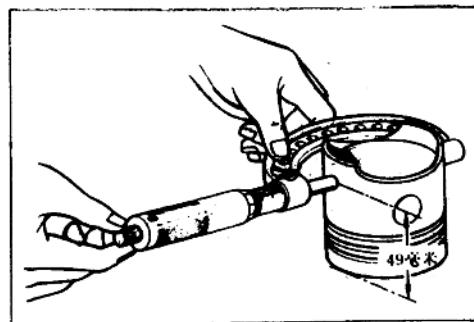
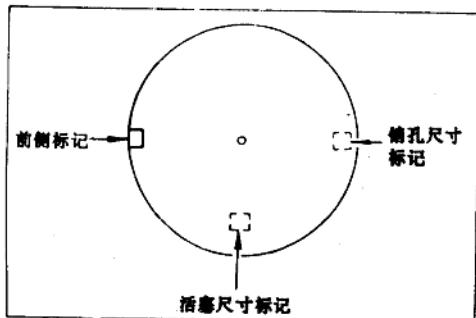

图 1-26
图 1-27
1. 检查气缸体端面的平面度, 使用极限 0.05 毫米, 缸径标准值 $\phi 72.00 \sim \phi 72.05$ 毫米, 使用极限 $\phi 72.15$ 毫米。检查活塞裙部尺寸, 如图 1-26 所示, 在活塞销垂直方向, 距活塞顶 49 毫米处, 标准值为 $\phi 71.96 \sim \phi 72.01$ 毫米。气缸与活塞的间隙, 标准值为 0.03~0.05 毫米, 使用极限 0.1 毫米, 超过极限应更换活塞或搪缸, 换加大号活塞, 新活塞尺寸标在活塞顶上, 如图 1-27 所示。
1. 先将活塞与连杆组装在一起, 将活塞加热至 70~80 度, 让活塞顶上的前侧标记, 如图 1-27 所示, 与连杆杆身上的④标记放在同一侧, 然后推入活塞销, 并装上活塞销卡圈, 安装活塞环时应将有标记的一面朝上。